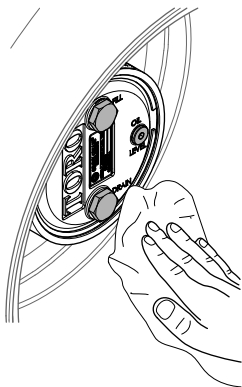

Figure 108
3. Essuyez soigneusement les carters de frein et de train planétaire (Figure 108).